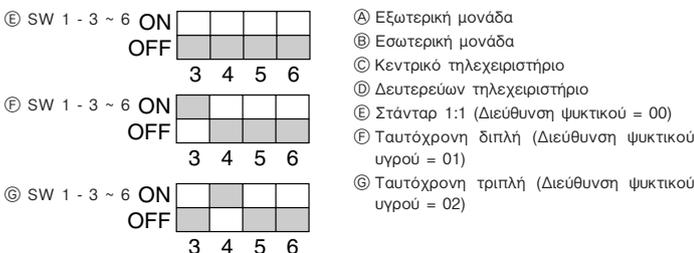

Fig. 10-1
- ① Τροφοδοτήστε με ρεύμα το κλιματιστικό (διακόπτης κυκλώματος).
② Αφού κλείσετε την ανασταλτική βαλβίδα της γραμμής αερίου, γυρίστε το διακόπτη SWP στον πίνακα ελέγχου της εξωτερικής μονάδας στη θέση ON. Ο συμπιεστής (εξωτερική μονάδα) και οι ανεμιστήρες (εσωτερική και εξωτερική μονάδα) αρχίζουν να λειτουργούν και η εκκένωση του ψυκτικού αρχίζει. Οι λυχνίες LED1 και LED2 στον πίνακα ελέγχου της εξωτερικής μονάδας είναι αναμμένες.
③ Επειδή η μονάδα σταματά αυτόματα να λειτουργεί μετά από δύο έως τρία λεπτά αφού ολοκληρωθεί η εκκένωση του ψυκτικού (οι λυχνίες LED1 και LED2 είναι αναμμένες), φροντίστε να κλείσετε γρήγορα την ανασταλτική βαλβίδα της γραμμής αερίου. Όταν οι λυχνίες LED1 και LED2 είναι αναμμένες και η εξωτερική μονάδα σταματήσει, ανοίξτε εντελώς την ανασταλτική βαλβίδα της γραμμής υγρού και στη συνέχεια επαναλάβετε το βήμα ② αφού περάσουν τρία λεπτά.
④ Διακόψτε την τροφοδοσία ρεύματος (διακόπτης κυκλώματος).
10. Έλεγχος συστήματος (Fig. 10-1)